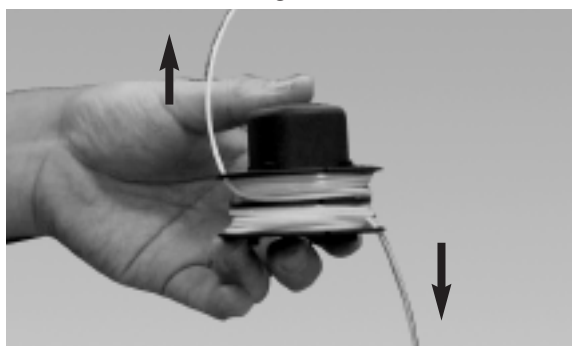
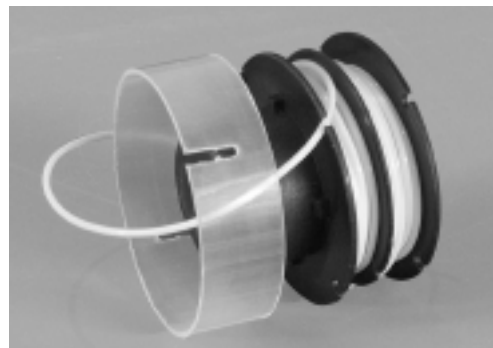

Fig. 22
Fig. 23
6. Ajuste los extremos de la línea en las ranuras opuestas en el rotor (Fig. 22) Coloque el retenedor de línea de plástico transparente de nuevo sobre la línea y el rotor (Fig. 23) Jale la línea hasta la ranura inferior en el retenedor de la línea de plástico transparente (Fig. 24) Jala la línea superior hacia la ranura superior (Fig. 25).